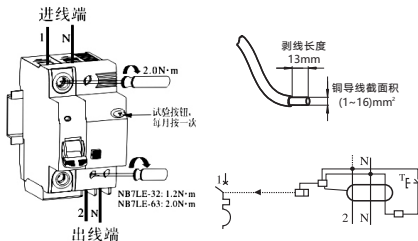

图5 产品接线示意图
5.4 适用于铜导线连接，导线选择见表1，接线方式及剥线长度如图5。